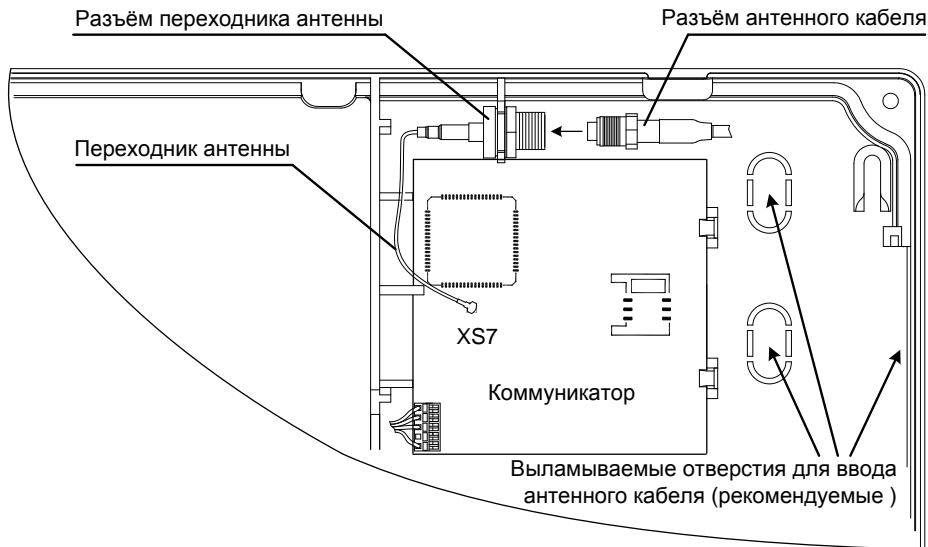

Рис. 8 Подключение GSM-антенны к переходнику
- подключите антенну 2J310M-250RG174-C04N к коммуникатору: проденьте антенный кабель в отверстие корпуса и подключите разъём антенного кабеля к разъёму переходника антенны (рис.8);